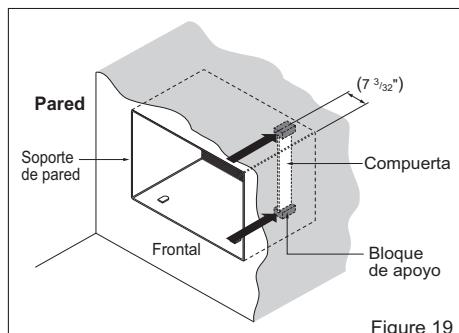

Figure 19
- 6** Retire el envoltorio de los bloques de apoyo y acópleslos al interior del soporte de pared como muestra la Figure 19. Deslice la compuerta en las ranuras de los bloques de apoyo.